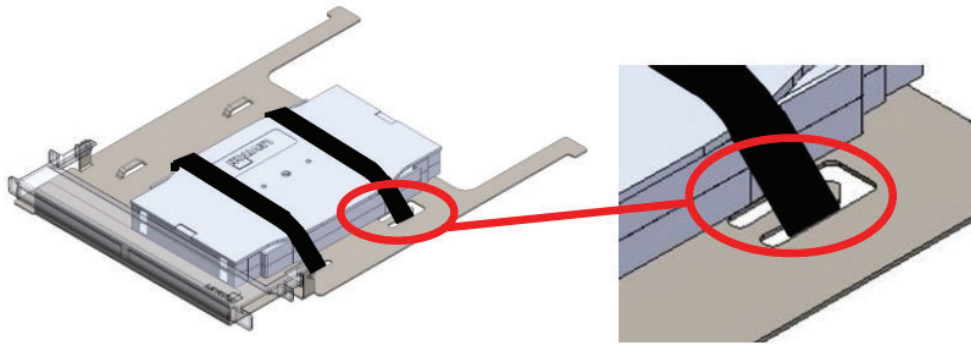

Figure 17
- 5.7.5 Insérer les boucles de Velcro dans chaque passant et fixer les plateaux d'épissure empilés au plateau du pont de raccordement (Figure 17).